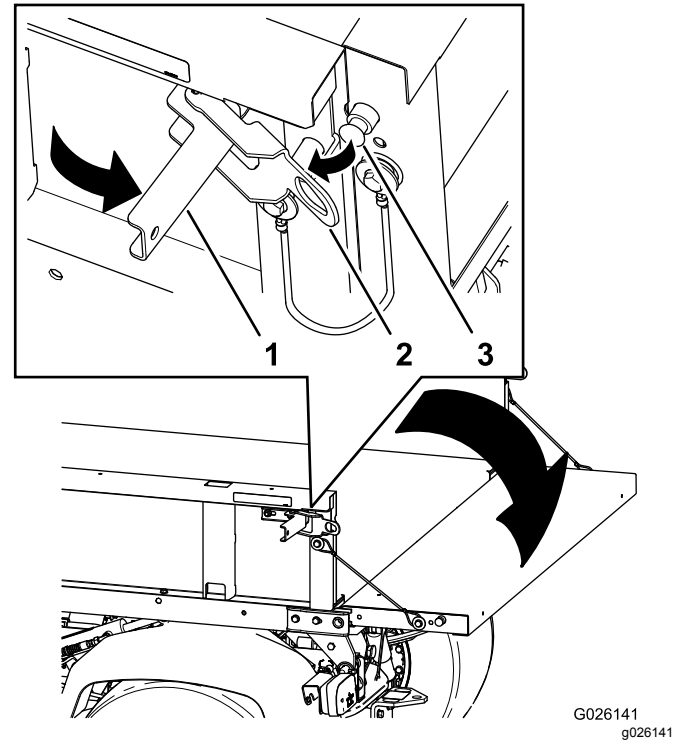

Figura 22
2. Aprite i fermi sul lato destro e sinistro del cassone e abbassate la sponda posteriore (Figura 22).